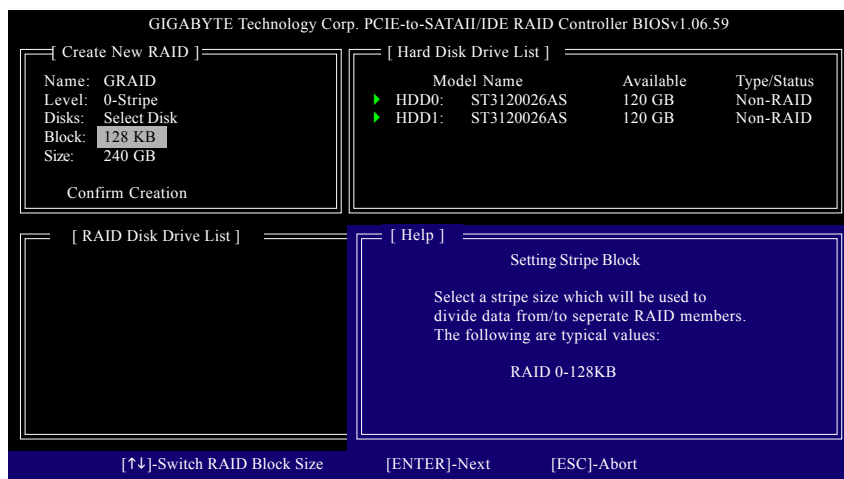

図 6
4. ブロックサイズの設定 (RAID 0 のみ) :Block アイテムの下で、上または下矢印キーを使用してストライプブロックサイズを 4 KB ~ 128 KB の間で選択します (図 6)。<Enter>を押します。